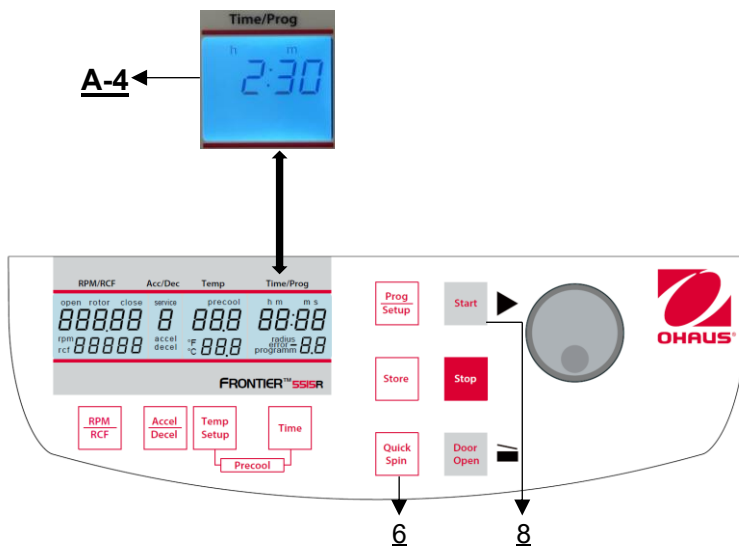

Abbildung 26
Sie können die Zentrifuge entweder mit der **"Start"**-Taste (8) oder mit der **"Quick Spin"**-Taste (6) starten (siehe **Abbildung 26**). Mit der **"Start"**-Taste (8) können Sie gespeicherte Läufe oder Läufe mit manuell vorgewählten Parametern starten. Nach Ablauf der jeweils vorgewählten Laufzeit wird die Zentrifuge automatisch gestoppt. Mit der **"Quick Spin"**-Taste (6) können Sie Läufe starten, die nur wenige Sekunden dauern.